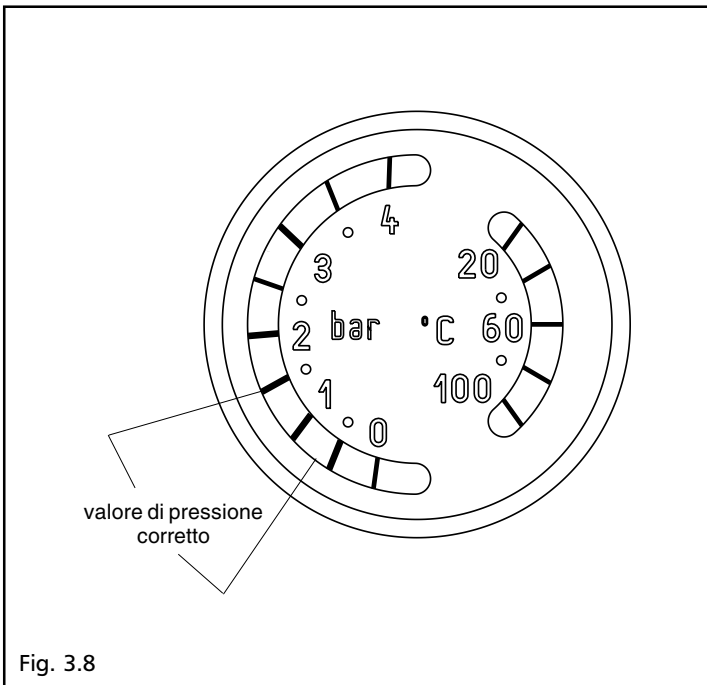

Fig. 3.8
- aprire di due o tre giri il tappo della valvola di sfogo aria automatica (A)
- aprire il rubinetto di riempimento (C) fino a che la pressione indicata dal termoidrometro arrivi a circa 1 bar (fig. 3.8).